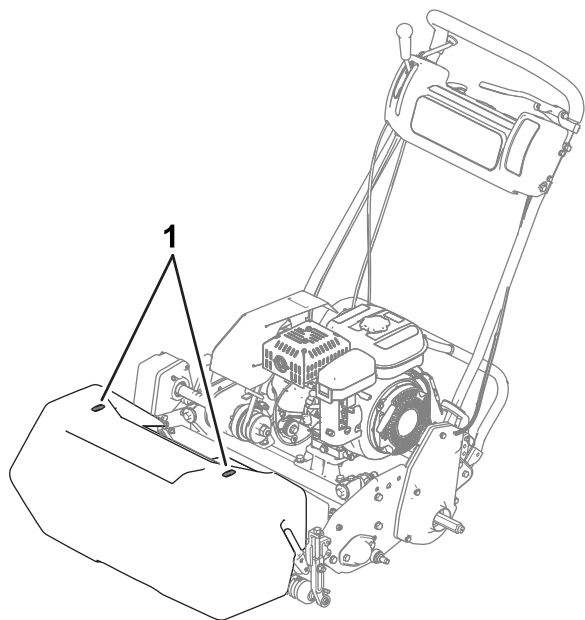

図 22
- 真っ直ぐに刈るコツの一つは、集草バスケットに付いている線 図 22 を目安にして、となりの刈り跡と平行に、常に一定の距離をおいて歩くことです。